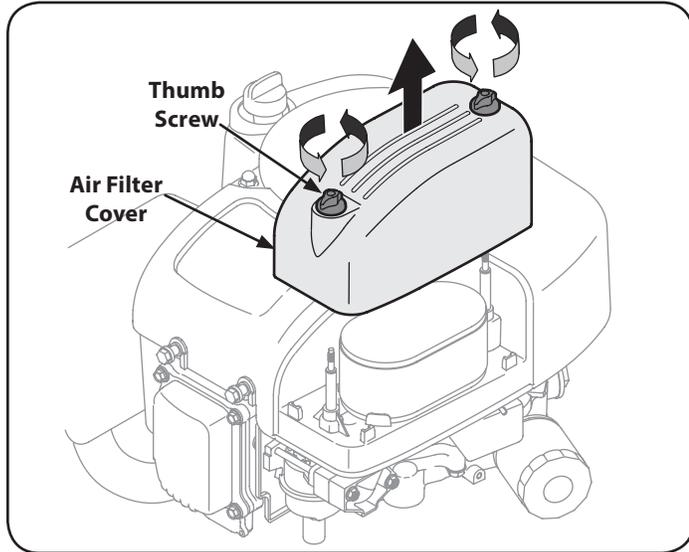

Figure 14
1. Desatornille los tornillos y retire la cubierta del filtro de aire. Vea la Figure 14.